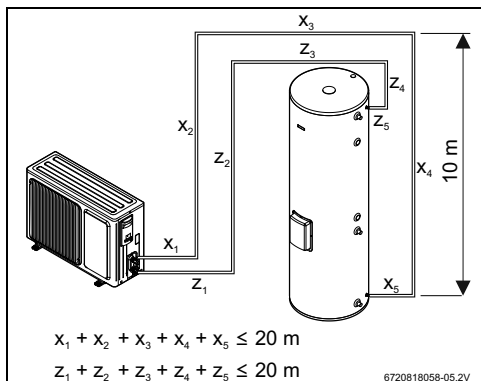

Fig. 11 Longueur et pente maximales
- **Ballon 190 l** - la longueur des tuyaux ne dépasse pas 12 m (pour chaque raccord de réfrigérant, fig. 11) (si remplissage en usine).
- **Ballons 130 l et 300 l** - la longueur des tuyaux ne dépasse pas 10 m (pour chaque raccord de réfrigérant, fig. 11) (si remplissage en usine).
- S'assurer que l'emplacement choisi pour installer l'unité extérieure et le ballon ne présente pas une pente supérieure à 3 m (remplissage en usine) ou 10 m (remplissage supplémentaire, tabl. 6, 7 et 8) entre le point le plus haut et le point le plus bas des conduites de réfrigérant (→ fig. 11).